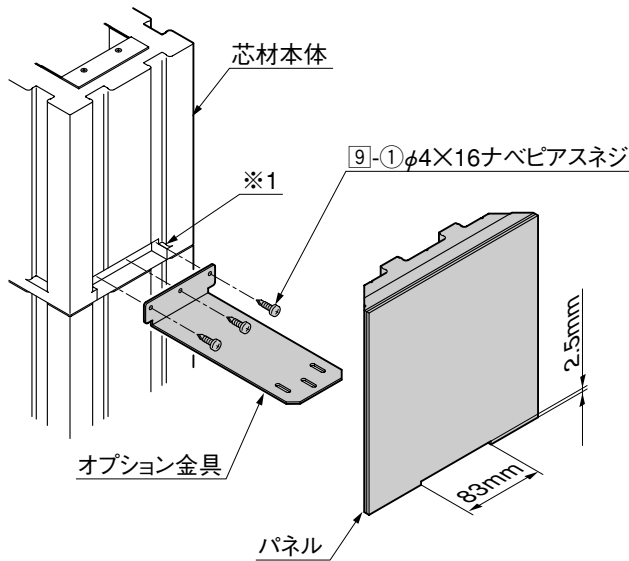

図4-1
- ② パネルを図4-1の寸法で切り欠いてください。
- ③ パネルを芯材本体に専用接着剤で取付けてください。